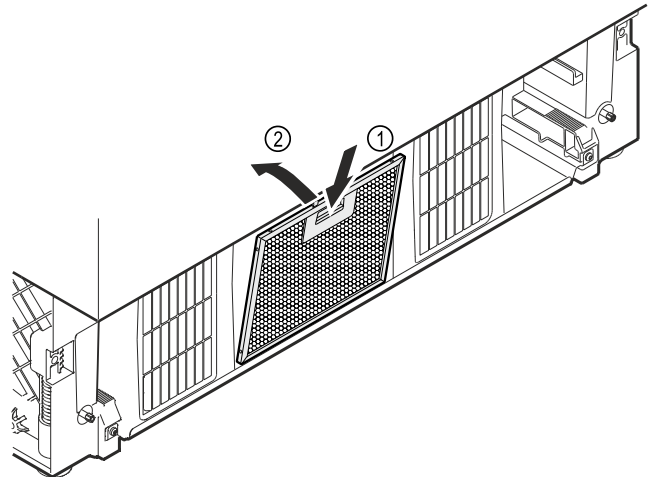

Fig. 13 Beispielhafte Darstellung
- Taste am Staubfilter nach unten drücken Fig. 13 (1) und dabei gleichzeitig Staubfilter nach hinten kippen und einsetzen Fig. 13 (2).